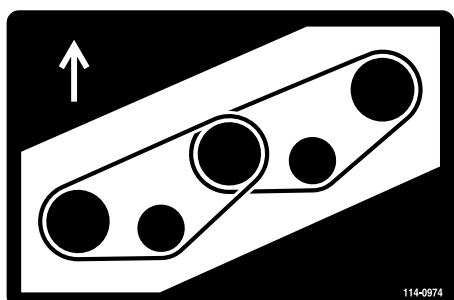
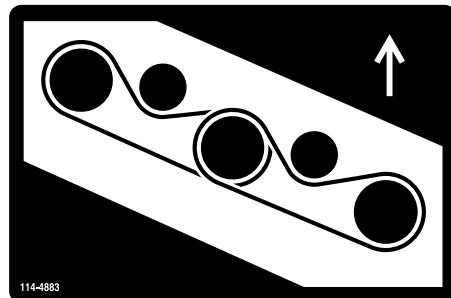

Figura 128
Figura 129
7. Pase la correa nueva alrededor de las poleas de los ejes y del conjunto de la polea tensora (Figura 128 y Figura 129).